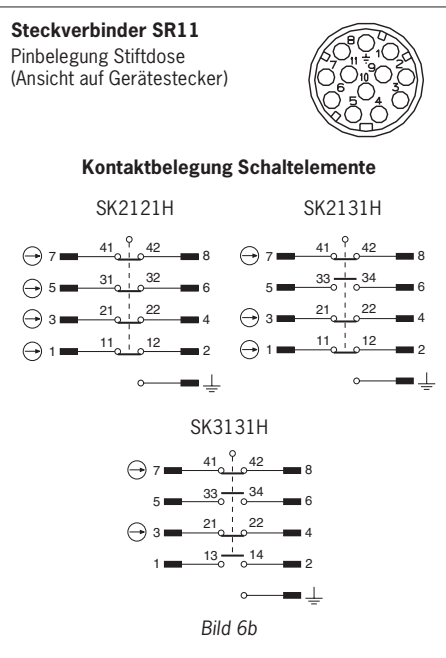

Bild 6b
- ▶ Steckerbelegung siehe Bild 6b.